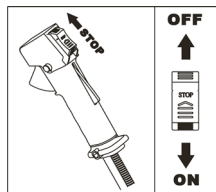

Fig. 16
- N'arrêtez pas brusquement le moteur lorsque vous travaillez à des vitesses élevées. Fig.16
- Ralentissez progressivement et au ralenti avant OFF. Fig.16